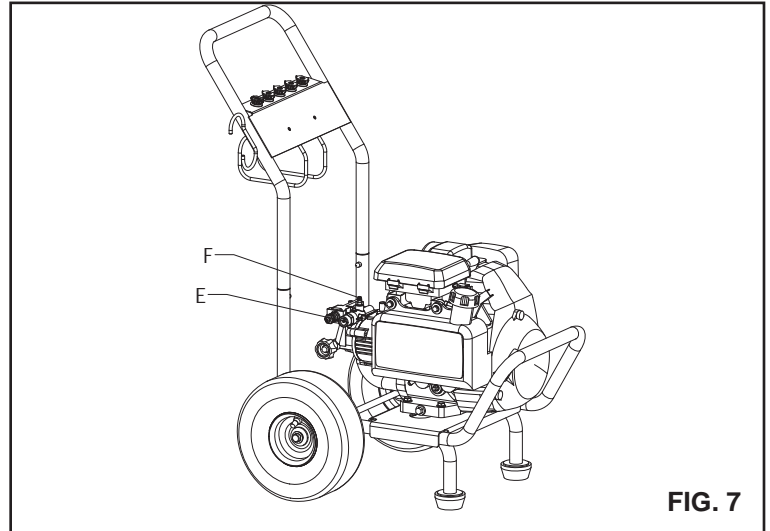

FIG. 7
1. Vérifier que le tuyau pour produits chimiques est solidement appuyé sur le raccord cannelé (F) situé près du raccord du tuyau haute pression de la pompe (E), comme indiqué. (Fig. 7)